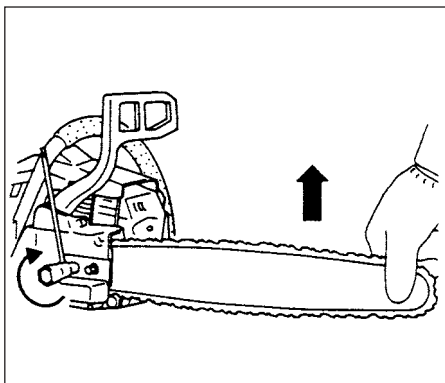

Fig.1-4
RIKTIG KJEDESTRAMMING ER MEGET VIKTIG! (Fig.1-4, 5)
6. Løft opp sverdden og skru fast sverdets låsemuttere med kombinøkkelen. (Fig. 1-4)